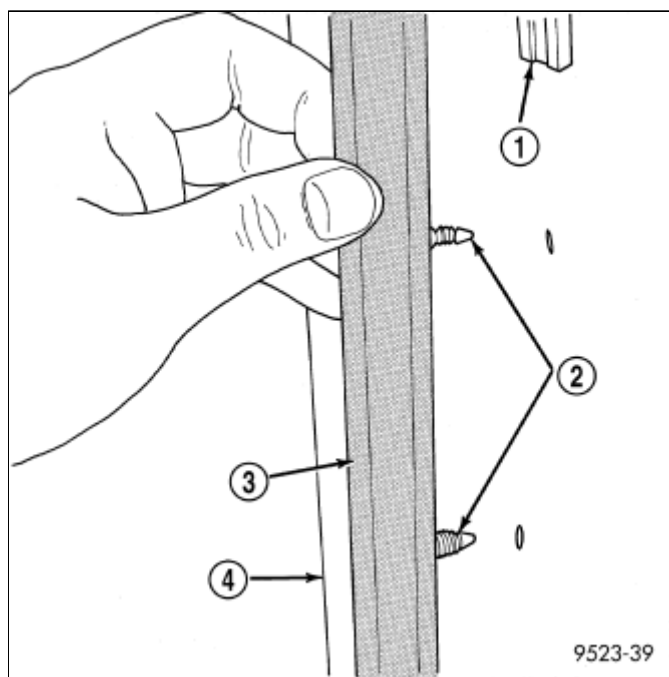

图 1 前车门密封条
2. 使用叉形工具（C-4829），拆卸把前车门密封条固定到车门框架和底部的推针紧固件(图 1)。